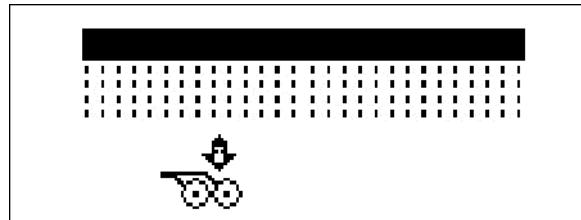

Fig. 47
1.  Velg labbtrykk (Fig. 47).
1.  Velg labb-/harvtrykk (Fig. 47).